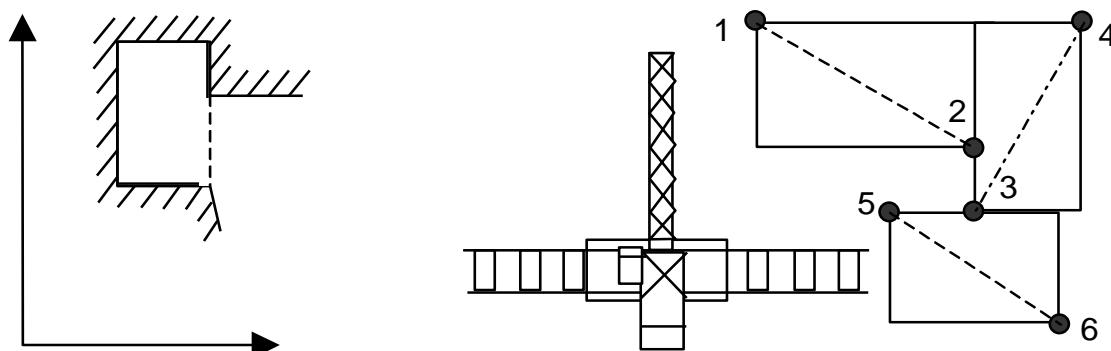

Рисунок 30 - Варианты построения погрузочно-разгрузочных площадок
Разгрузочная площадка состоит из прямоугольных участков (до десяти) и при установке координатной защиты разгрузочной площадки вводятся координаты точек, принадлежащих концам диагоналей этих "прямоугольников" (см. рисунок 30). Стороны "прямоугольников" располагают параллельно осям системы координат).
- подведя крюковую обойму к первой заранее намеченной точке (Рисунок 30) зафиксировать ее координаты нажатием кнопки "↓" ;